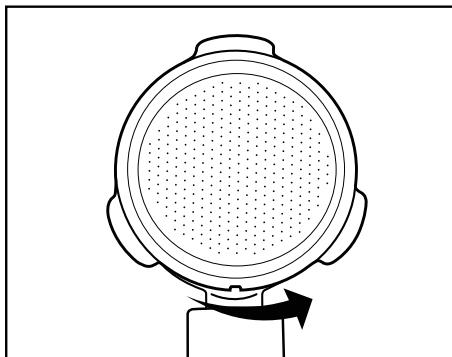

Figure 3
- Tournez ensuite légèrement le grand filtre à espresso 19 ou le petit filtre à espresso 20 de manière à ce qu'il ne puisse plus tomber. (Figure 3).